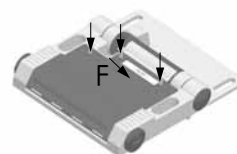

Abb. 4
6. Danach die 3 Deckelschrauben einschrauben (Abb. 4) und gleichmäßig mit einem Anzugsdrehmoment 0,6Nm anziehen